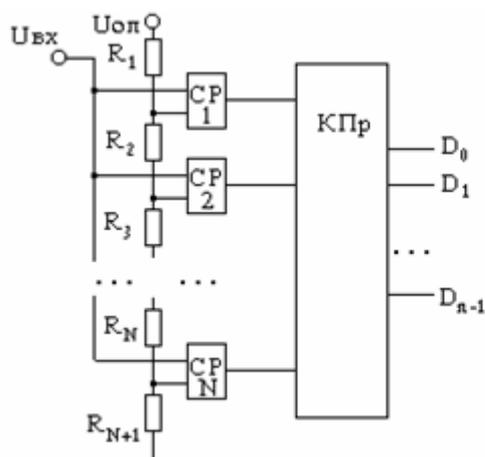

Рис. 5.10. Функциональная схема АЦП прямого преобразования :
**Сравнительные характеристики АЦП.** Наибольшим быстродействием обладают АЦП прямого преобразования. Время преобразования  $t_{\text{пр}}$  достигает 10-20 нсек. Они используются для преобразования сигналов сверхбыстро протекающих процессов и сигналов телевизионного изображения (цифровое телевидение). Они отличаются высокой стоимостью и большой потребляемой мощностью. Функциональная схема АЦП прямого преобразования приведена на рис. 5.10. Она содержит  $2^n$  компараторов, делитель опорного напряжения и преобразователь позиционного кода в параллельный двоичный код. Промышленностью выпускаются 4, 6, 8 - разрядные АЦП прямого преобразования. Время преобразования этих АЦП определяется исключительно только временем